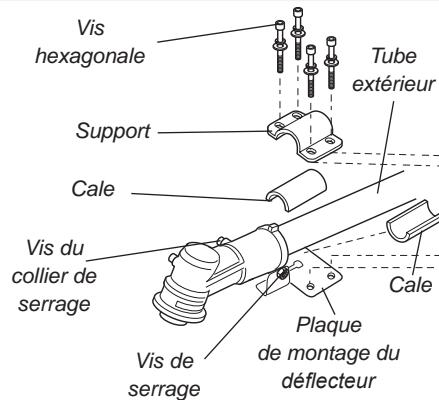

Figure 9
- Insérer le déflecteur de l'accessoire de coupe entre le tube extérieur et la plaque de montage du déflecteur. Voir figure 9.
- Fixer les deux cales et le support sur le tube extérieur et fixer sans serrer les quatre vis hexagonales. Voir figure 9.